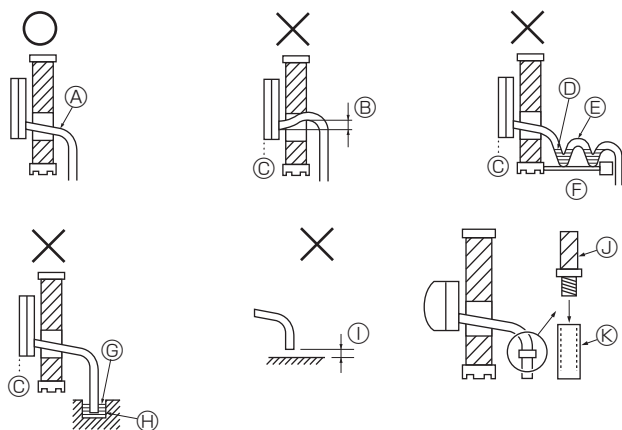

Fig. 5-1
5.1. Установлення дренажних труб (Fig. 5-1)